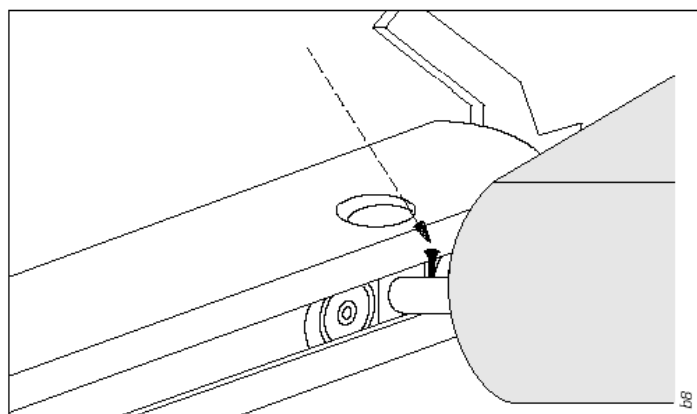

Bild 2: Transportsicherung (z.B. Nagel)
- Drehen Sie das Ausfallprofil gegen die Federkraft und sichern Sie die Feder, in dem Sie einen Sicherungsstift (Nagel o.ä.) einstecken (Bild 2).